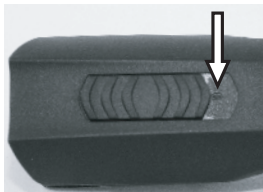

Fig. 4 Brytare i läge FRÅN ("0")
1. Kontrollera om det finns främmande partiklar och föroreningar på klippersns kontakter (1) och på batteriet (2).
2. Säkerställ att klippersns brytare är i läge OFF ("0") (fig. 4).
3. För in batteriet (2) i klippern (3) tills batterispärren (1) aktiveras på båda sidorna.
4. Sätt försiktigt in klippern med det isatta batteriet (1) eller enbart batteriet (2) i laddningsöppningen på laddningsstationen.
6. Batteriet laddas. Under laddningstiden lyser kontrollampan rött (3). Så fort batteriet har laddats till 90 % tänds den gröna kontrollampan och laddaren övergår till underhållsladdning.
7. Håll laddaren stadigt med ena handen och dra ut klippern (1) eller batteriet (2) med den andra.
1. Vrid brytaren till läge "0" (fig. 4).
2. Tryck på batterispärren (2) på båda sidorna inåt och dra ut batteriet (1) ur klippern.
3. För in det laddade batteriet (1) i klippern (2) tills batterispärren aktiveras på båda sidorna.